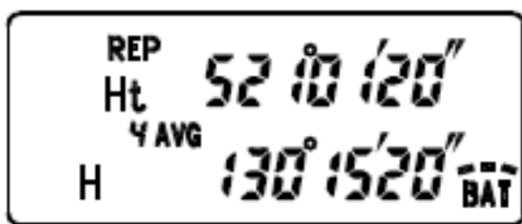

Рис. 4.14 – Чотириразове повторення вимірів
– повторіть попередні кроки чотири рази, щоб отримати усереднене значення з чотирьох вимірів (рис. 4.14);